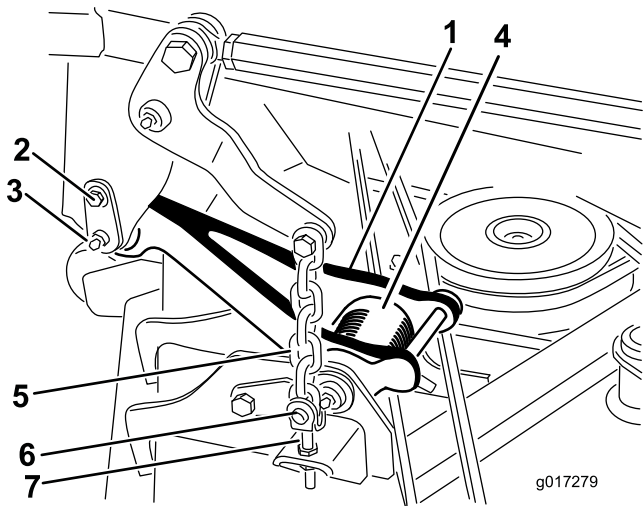

Figura 2
Nota: Quando a plataforma de corte está na posição elevada, a tensão da mola de torção da articulação (Figura 2) é reduzida, tornando muito mais fácil desligar as articulações da máquina.
2. Desligue a articulação de cada lado da máquina (Figura 2).
- A. Retire o parafuso do ombro que prende o pino de retenção à estrutura da carroçaria (Figura 2).
- B. Deslize cuidadosamente o pino de retenção da estrutura da carroçaria e articulação (Figura 2).
- Retire os (4) ganchos de anel e pinos de segurança que prendem as correntes de elevação aos passadores de ajuste no cortador (Figura 2).
- Instale os (4) ganchos de anel e pinos de segurança para prender as correntes de elevação do cortador aos passadores de ajuste no cortador (Figura 2).
- Alinhe a articulação à estrutura e ligue a articulação ao pino de retenção (Figura 2). Prenda o pino de retenção na estrutura com o parafuso de ombro (Figura 2).